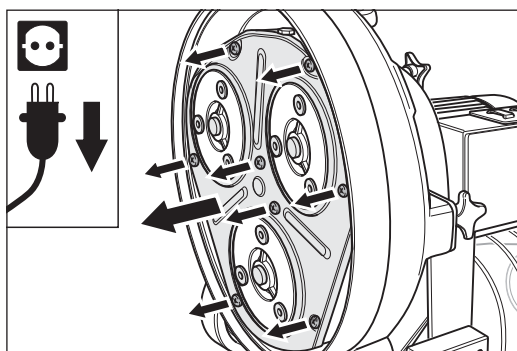

Abb. 107 An der Schleifhaube alle acht Schrauben entfernen und das Abdeckblech abnehmen.
- 3** Entfernen Sie an der Schleifhaube alle acht Befestigungsschrauben des Abdeckblechs und nehmen Sie das Abdeckblech ab (Abb. 107).